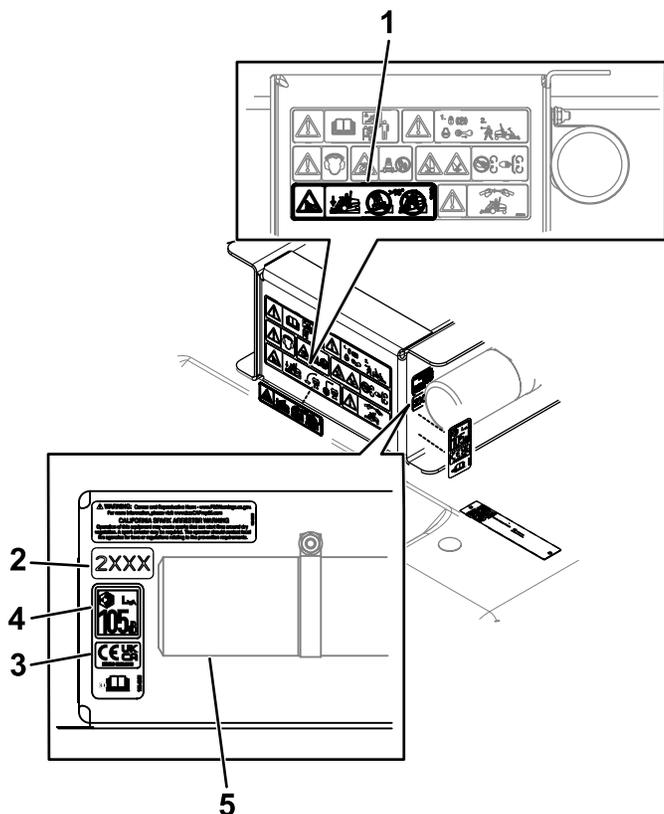

Figura 6
3. Applicate l'adesivo della pendenza (n. cat.144-3952) nella posizione dell'adesivo di avvertenza esistente, come mostrato nella Figura 6.
- Applicate l'adesivo CE e della rumorosità (n. cat. 144-4015) accanto all'adesivo dell'anno del modello come mostrato nella Figura 6.